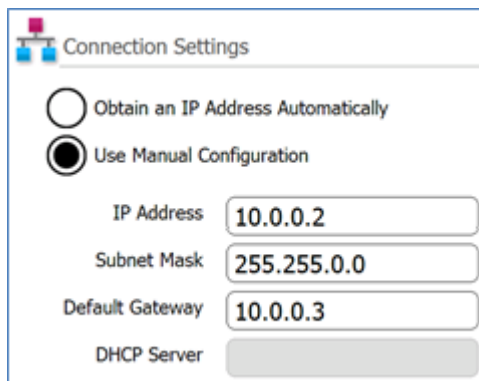

Figura 12 Configuración de la conexión
- d En los campos IP Address (Dirección IP), Subnet Mask (Máscara de subred) y Default Gateway (Puerta de enlace predeterminada), escriba los valores que aparecen en la Figura 12. Presione **OK** (Aceptar).